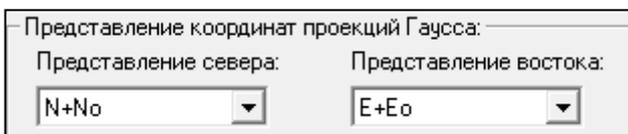

Рис.3.7.
4.1. В свойствах проекта установите представление координат с учетом смещения, как показано на рисунке (рис.3.7).